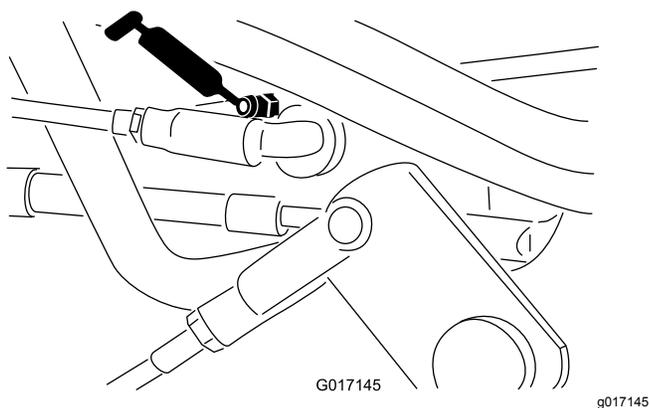

Figura 43
- Tiranteria del selettore di velocità (Figura 42 e Figura 43)